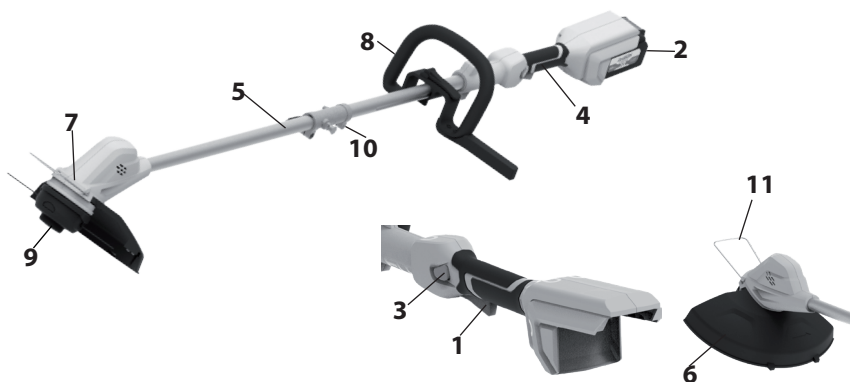

рис.1
6. Общий вид триммера представлен на рис. 1